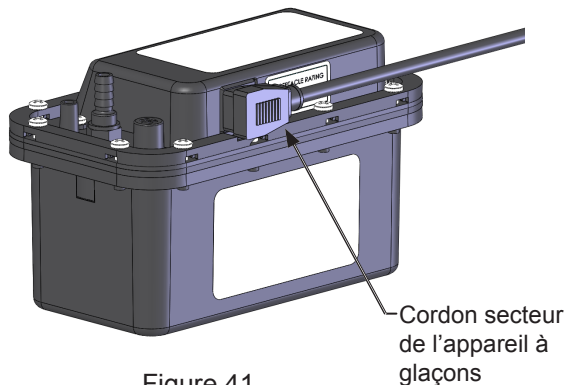

Figure 41
7. Débranchez le cordon d'alimentation de l'appareil à glaçons de la pompe de drainage (Voir la Figure 41).